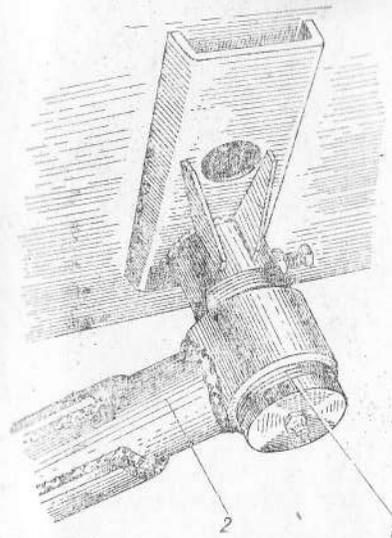

Рис. 28. Регулировка игл относительно пазов челюстей зажимов:
2. Регулировка игл относительно пазов челюстей зажимов (рис. 28).